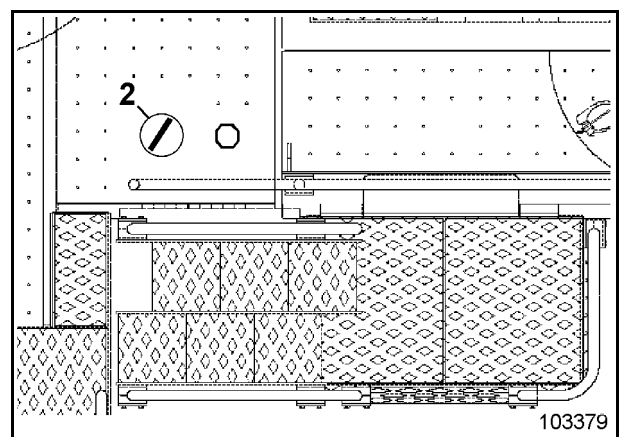

Fig. 3-15:
- Den Ölmeßstab (2, Fig. 3-15:) lösen und herausziehen.